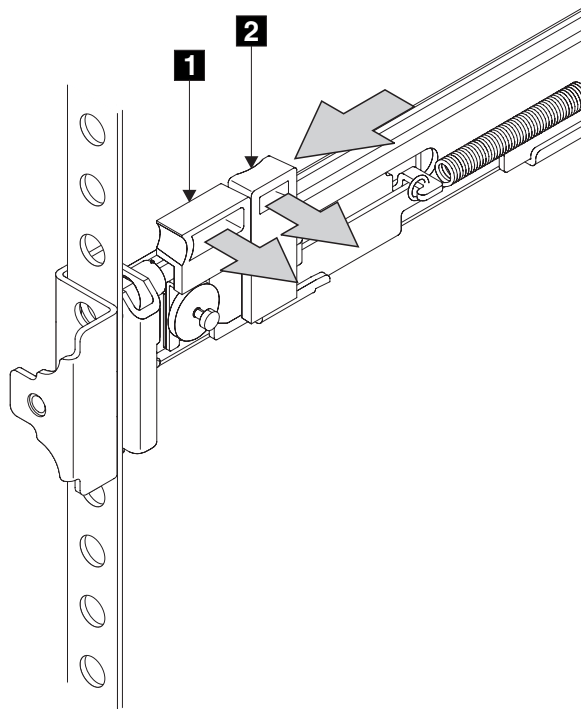

図 50. ラッチ・ロック・キャリア・アセンブリーを閉じる
8. ラッチ・ロック **2** (73 ページの図 50) をレールから押し出して、キャリアを解放します。ラッチ・ロック・キャリアがラックの前方向にスライドし、位置決めピンが、前部フランジの穴と前部レール・ブラケットの穴を通して突き出ます。